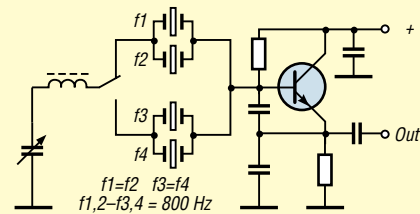

Bild 9: Grundschialtung des neuartigen Quadro-Oszillators mit zwei umgeschalteten Doppelquarzen
Das Ergebnis ist der in Bild 9 vorgestellte variable Vierquarzoszillator – der Quadro-Oszillator (QO). Dieser gewährleistet einen großen Abstimmbereich bei kleiner Abstimmungsspannung. Hervorstechendste Eigenschaft ist jedoch seine über den Ziehbereich konstante Ablage zwischen Sende- und Empfangsfrequenz (RIT).